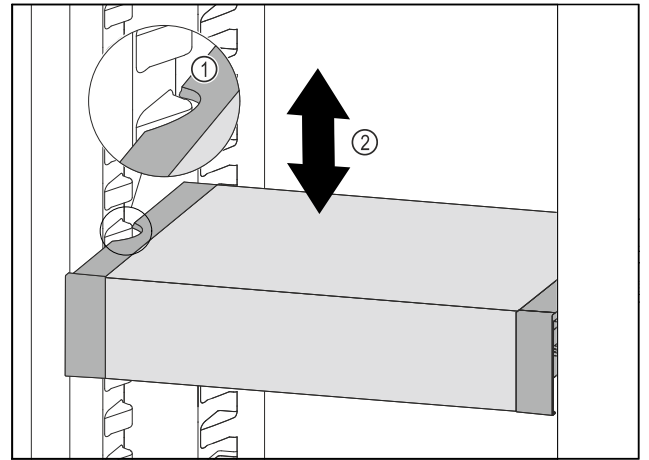

Fig. 67
- VarioSafe nach vorne ziehen, bis sich die seitlichen Aussparungen des VarioSafes auf Höhe der Behälterrippe im Kühlteil befinden. Fig. 67 (1)
- VarioSafe im Kühlteil nach oben oder unten bewegen, bis gewünschte Höhe erreicht ist. Fig. 67 (2)